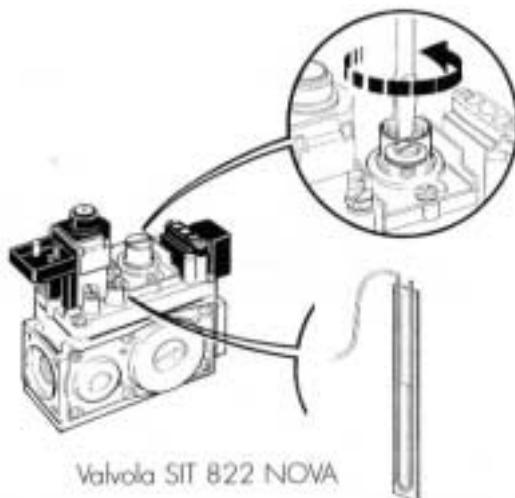

Fig.38
- Scoateti dopul filetat, INSURUBATI surubul interior, pentru A MARI presiunea de iesirea, DESURUBATI pentru a O REDUCE (Fig. 38).